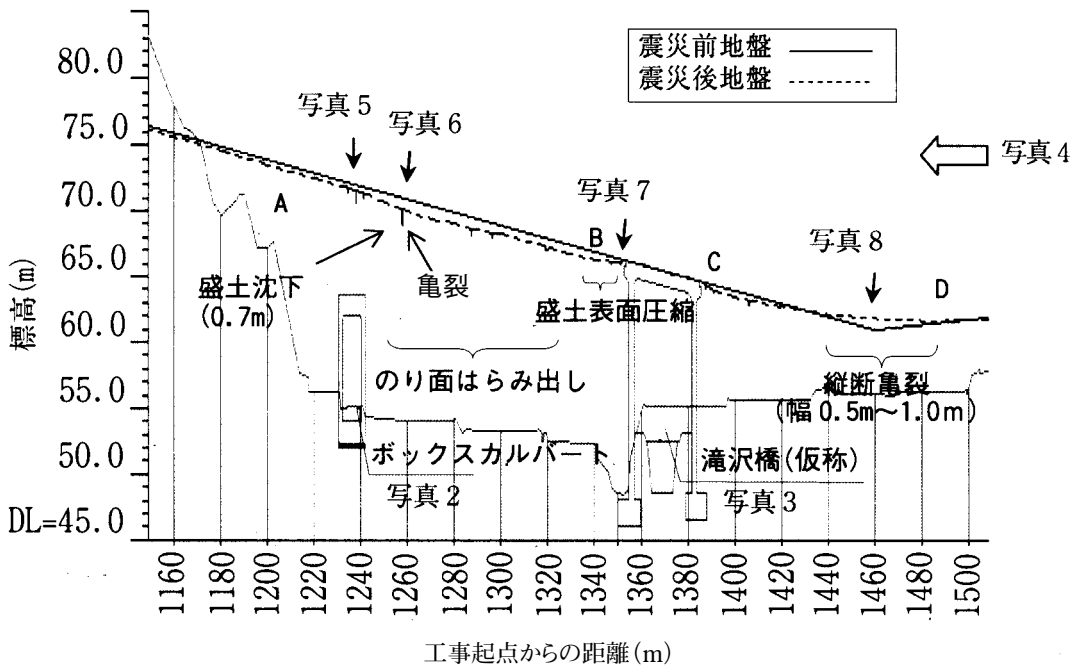
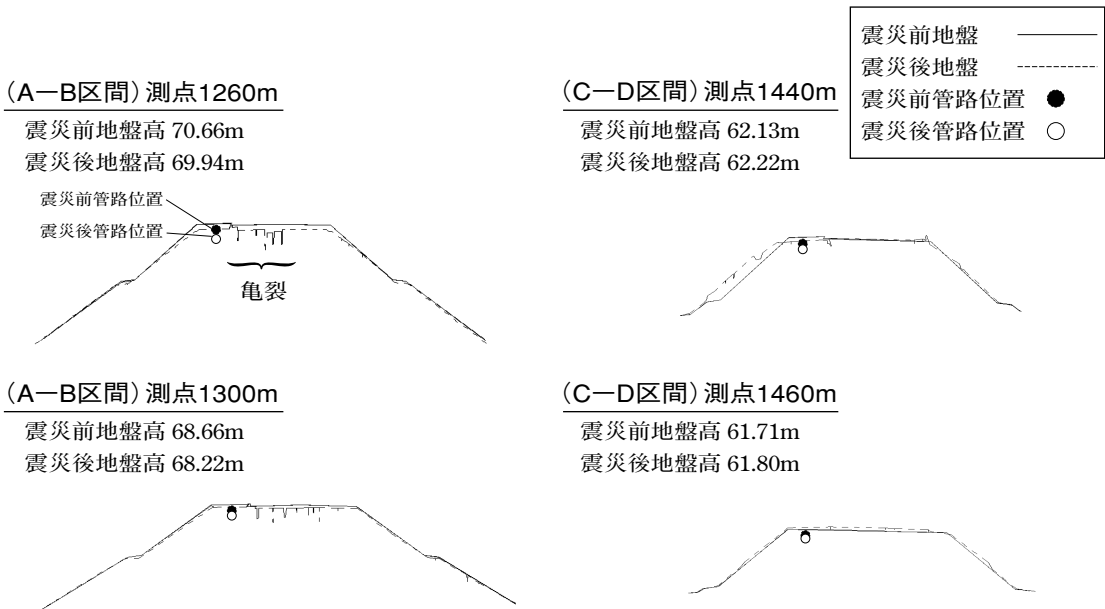

図3 地盤高(震災前・震災後)
図4 盛土断面図(震災前・震災後)
震前地盤高と地震後地盤高を図3に、また断面図を図4に示す。
①図3のA-B区間
②図3のC-D区間